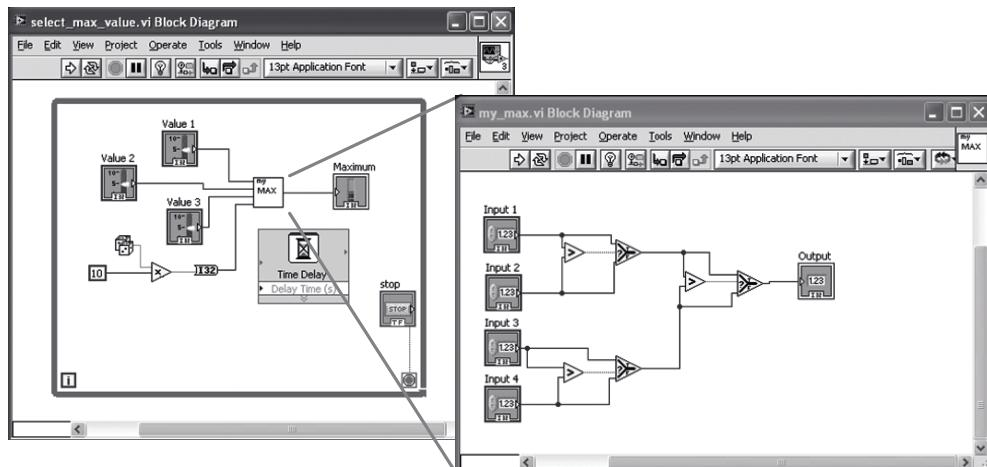

Рис. 21.2. Блоки виртуальных инструментов VI и под-VI: несколько уровней иерархии.
Аналогом функций и подпрограмм традиционных языков программирования в среде LabVIEW являются модули, называемые *виртуальными инструментами* (VI). Передача данных в VI и вывод данных из них осуществляется через точки соединения, к которым VI более высокого уровня могут подключать входные и выходные переменные. Для примера в правой части Рис. 21.2 показана блок-схема VI, который принимает четыре 32-битных значения и возвращает наибольшее из них. В левой части рисунка этот виртуальный инструмент используется для определения наибольшего 32-битного целого значения от четырёх источников: трёх элементов управления типа «ползунок» и одного генератора случайных чисел.